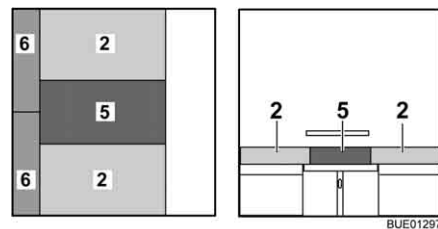

Fig. 120 Después de la transformación
- Colocar el cojín adicional (Fig. 120,5) entre los cojines del asiento sobre la mesa.
- Colocar los cojines adicionales (Fig. 120,6) entre los cojines del asiento y la pared.